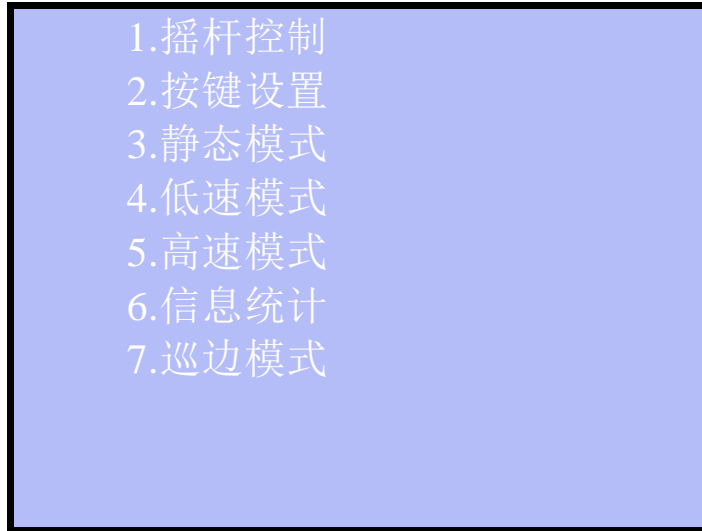

图 3 子功能选项
4. 所有子功能要求如图 3 所示，但一屏只能显示 4 项子功能，其余子功能需通过“↑”“↓”滚动显示或“←”“→”键翻页显示。